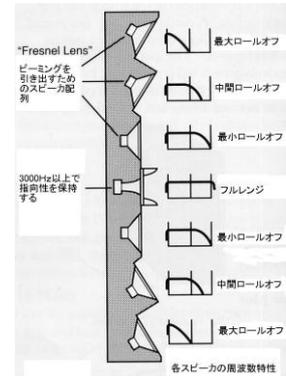

図 9
- 図 9 はスピーカーユニットにフィルターをかけた上に方向を変え、中央に高域ホーンを加えています。